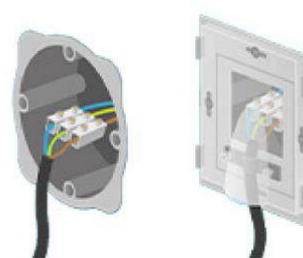

Figura 5
producto, conecte un cable de tres hilos independientes en una posición adecuada para suministrar energía al calentador de agua eléctrico (como se muestra en la Figura 5).
2. Conecte el producto como se muestra en la Figura 5 para encender el calentador de agua. En ese momento, se encenderá la luz indicadora.